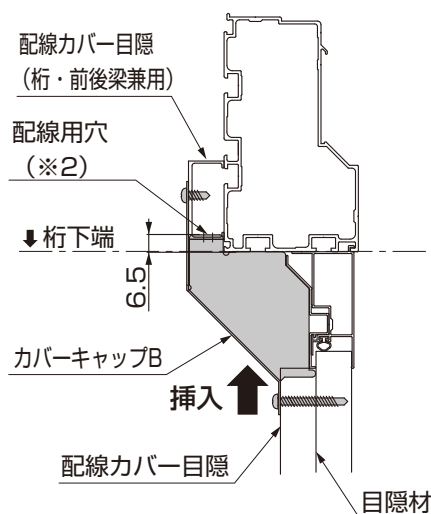
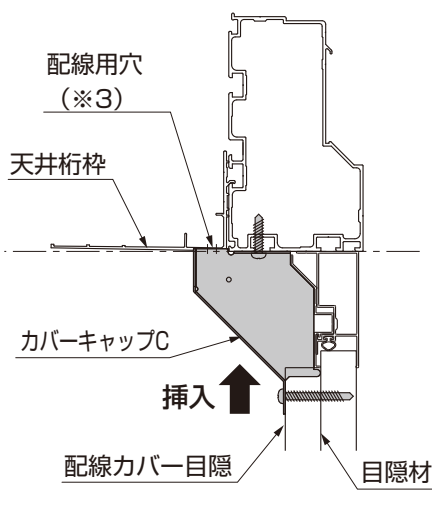

図3-5 天井なしの場合
図3-6 天井ありの場合
- 天井ありの場合はカバーキャップCを、天井なしの場合はカバーキャップBを取付けてください。(図3-5、図3-6参照)
- ①配線カバー目隠を適当な高さ寸法に切断してください。
- ②配線カバー目隠の上下にφ4.5の下穴をあけてください。
- ③天井なしの場合は、カバーキャップBを【49-2】で配線カバー目隠（桁・前後梁兼用）に、天井ありの場合は、カバーキャップCを【49-2】で桁の下面にφ3.5の下穴（写し穴）をあけて取付けてください。
- ④配線カバー目隠を、カバーキャップの下側に挿入して【49-1】で取付けてください。
- ⑤配線カバー端部金具を【49-1】で取付けてください。